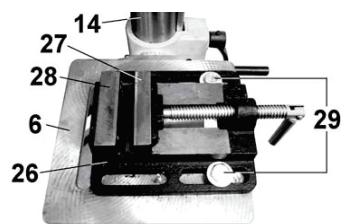

Рис. 5
- 9.9. Установите на рабочий стол (6) тиски (26) и зафиксируйте их положение специальными болтами (29), Рис.5, (не комплектуются).